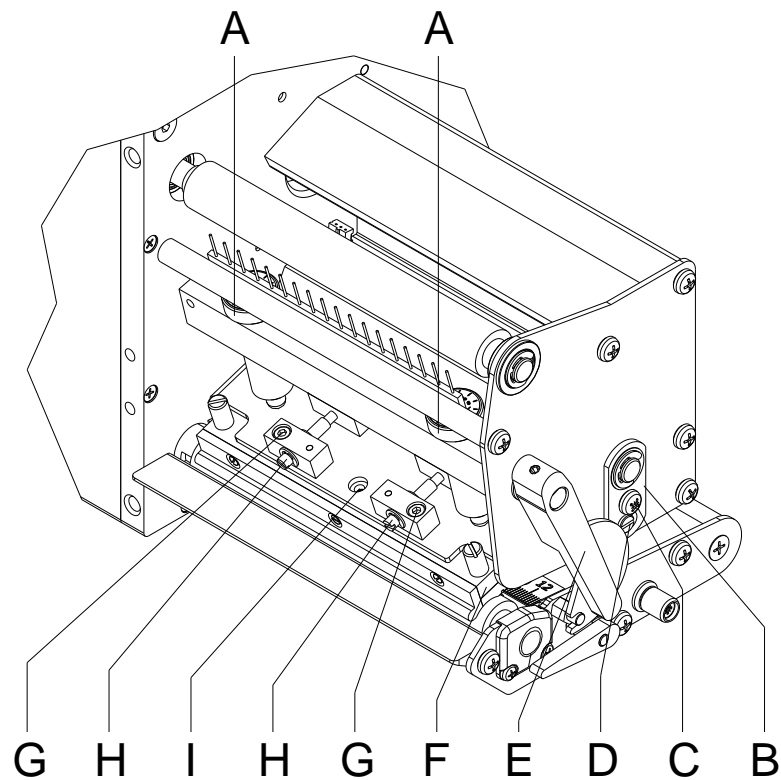

Figure 23
Après avoir régler le parallélisme s'il n'y a pas de pression régulière sur la largeur d'impression complète on peut cela régler à l'aide d'une plaque réglage (B, Figure 23).
1. Desserrer la vis (C, Figure 23) avec un tournevis environ ¼ tours.
2. Tourner l'axe excentrique (D, Figure 23) pour régler la pression et ajuster la tête d'impression jusqu'à l'impression test est correcte et a une bonne qualité.
3. Serrer encore la vis (C, Figure 23).
La pression de la tête d'impression peut être modifiée avec les vis (A, Figure 23) à l'intérieur et/ou à l'extérieur. Une augmentation de la pression de tête conduit sur la partie correspondante à une amélioration du noircissement de l'impression et à un déplacement de passage de film transfert dans le sens correspondant.
1. Tourner les vis (A, Figure 23) pour modifier la pression de la tête d'impression.
2. Tourner les vis (A, Figure 23) en sens des aiguilles d'une montre jusqu'à la fin ça résulte en une augmentation de la pression de 10N à l'égard du réglage d'usine.
3. Tourner les vis (A, Figure 23) exactement une rotation de la fin droite en sens inverse des aiguilles d'une montre cela résulte au réglage d'usine.